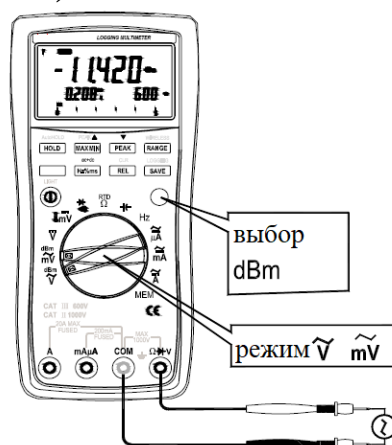

Рис. 13 Режим измерения уровня перем. сигнала (dBm)
2. Нажать **синюю клавишу**, чтобы выбрать функцию измерения **dBm/ дБм**. На главном экране отображается значение уровня сигнала в дБм, на первом вспомогательном экране (ниже) - переменное напряжение, а на втором вспомогательном экране – значение входного импеданса (рис.13).